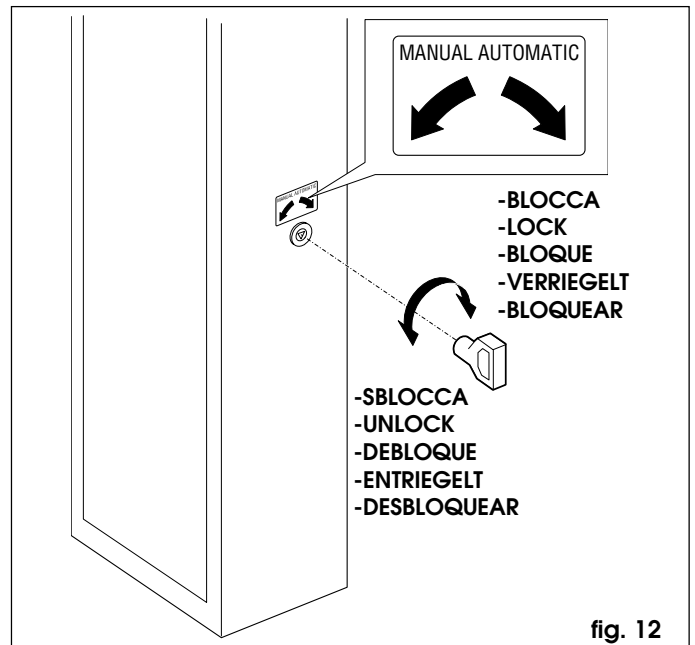

fig. 12
- Introduzcan la llave triangular estándar (Fig. 12) en la cerradura y gírenla una vuelta en **sentido antihorario**.